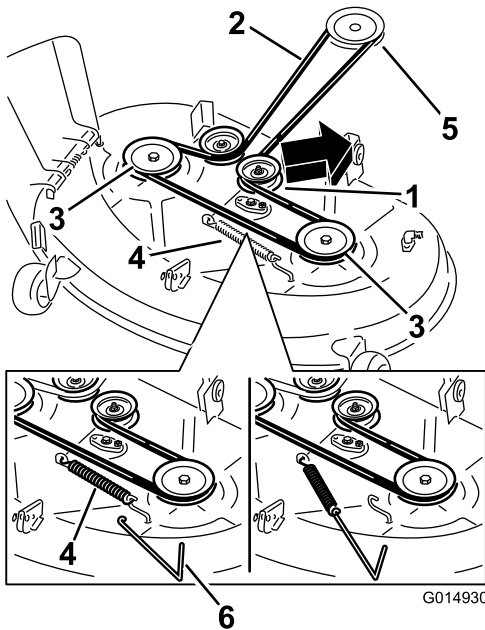

Figura 60
- Usando una herramienta para la retirada de muelles (Pieza Toro N° 92-5771), retire el muelle tensor del gancho de la carcasa para eliminar la tensión de la polea tensora, y retire la correa de las poleas (Figura 60).
- Pase la correa nueva alrededor de las poleas del motor y del cortacésped (Figura 60).
- Usando una herramienta para la retirada de muelles (Pieza Toro N° 92-5771), instale el muelle tensor sobre el gancho de la carcasa y tense la polea tensora y la correa (Figura 60).